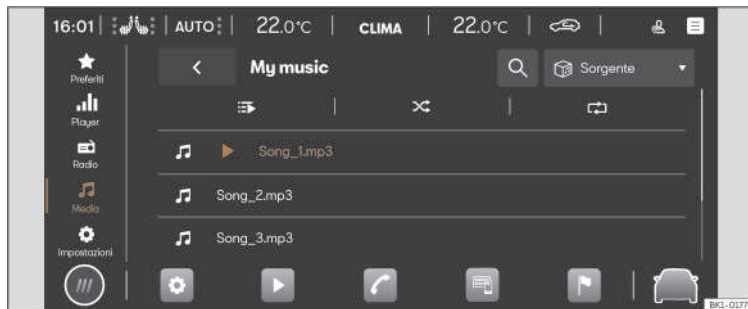

Fig. 148 Rappresentazione schematica: Visualizzazione multimediale.
- Premere **HOME** > ► > 🎵 >>> **fig. 148**.